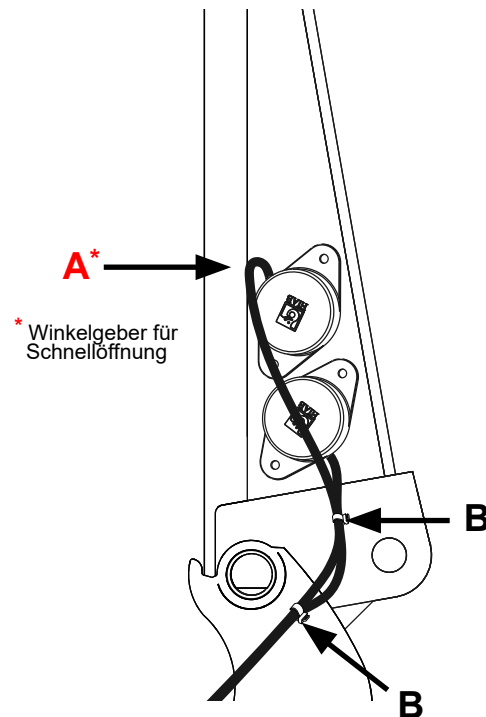

Bild 7. Två vinkelgivare monterade i hålbild 20° respektive 30°
2. Gör en liten loop (A) på kabeln närmast givaren för att undvika skarpa veck och säkra kablarna i varandra med buntband (B), se Bild 7.